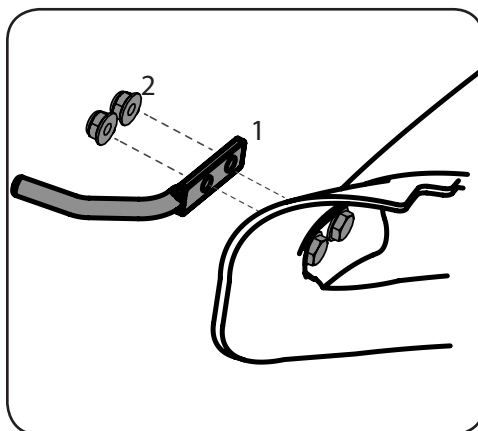

Figure 1-2
2. Put the mounting rod in place over the shoulder screws. Make sure the tip of the rod is facing out from the boot. See 1 Figure 1-2.
3. Begin threading the flange lock nuts onto the shoulder screws. See 2 in Figure 1-2.
2. Placez la tige de montage sur les vis à épaulement. Assurez-vous que la tige pointe dans la direction opposée du support de la goulotte. Voir Figure 1-2 (1).
3. Installez les écrous autobloquants à bride sur les vis à épaulement. Voir Figure 1-2 (2).